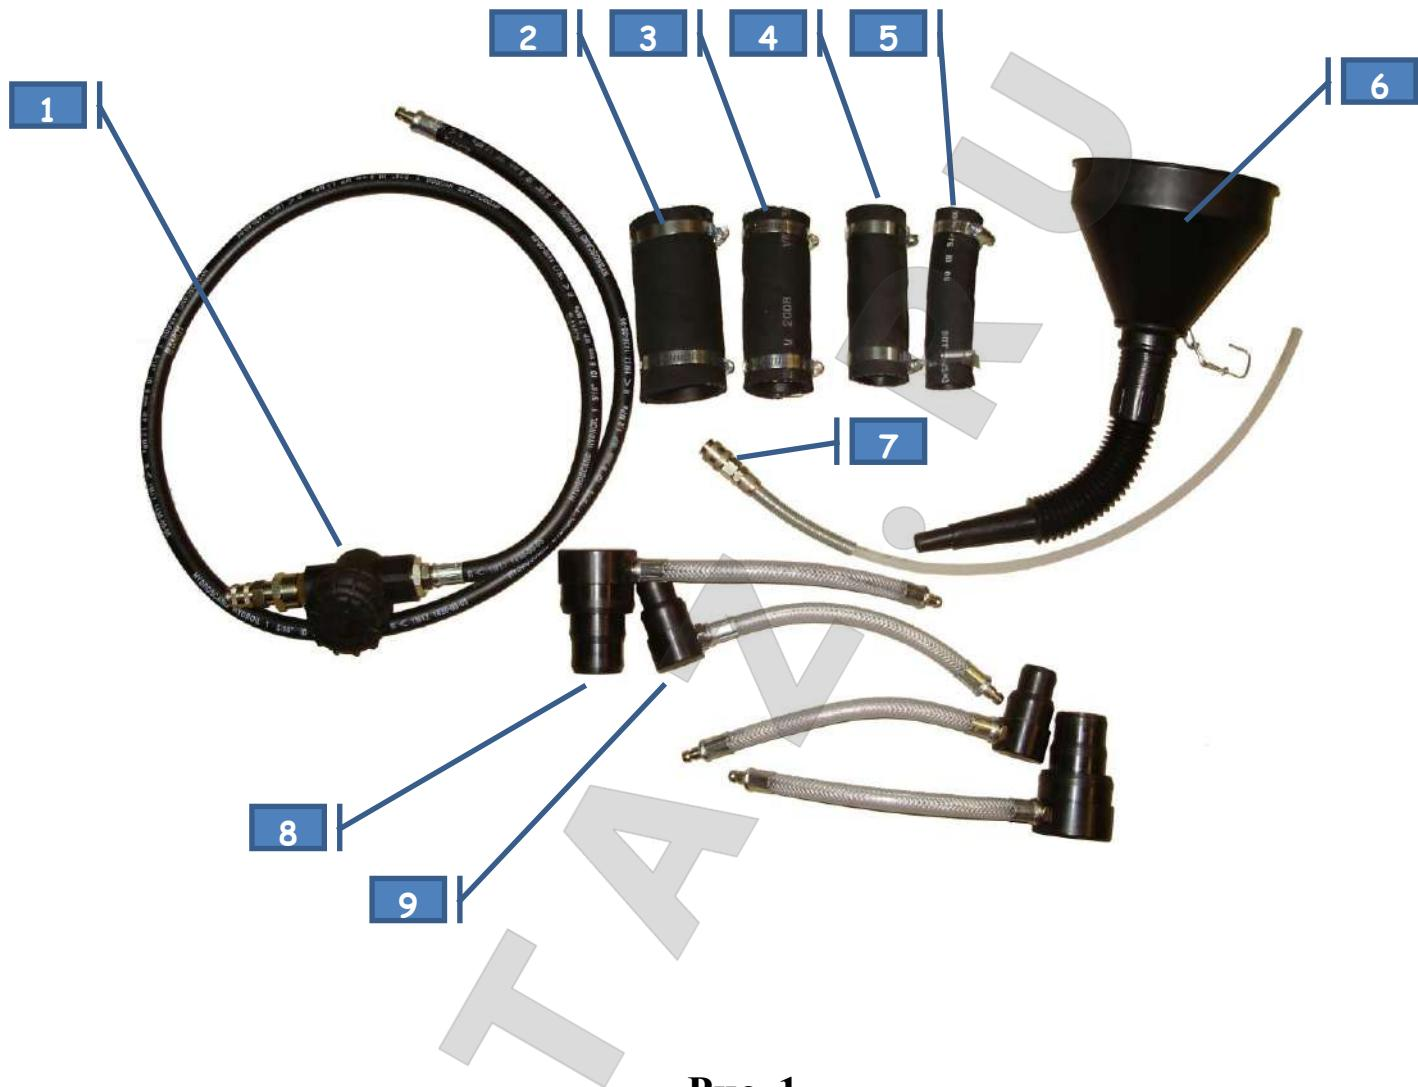
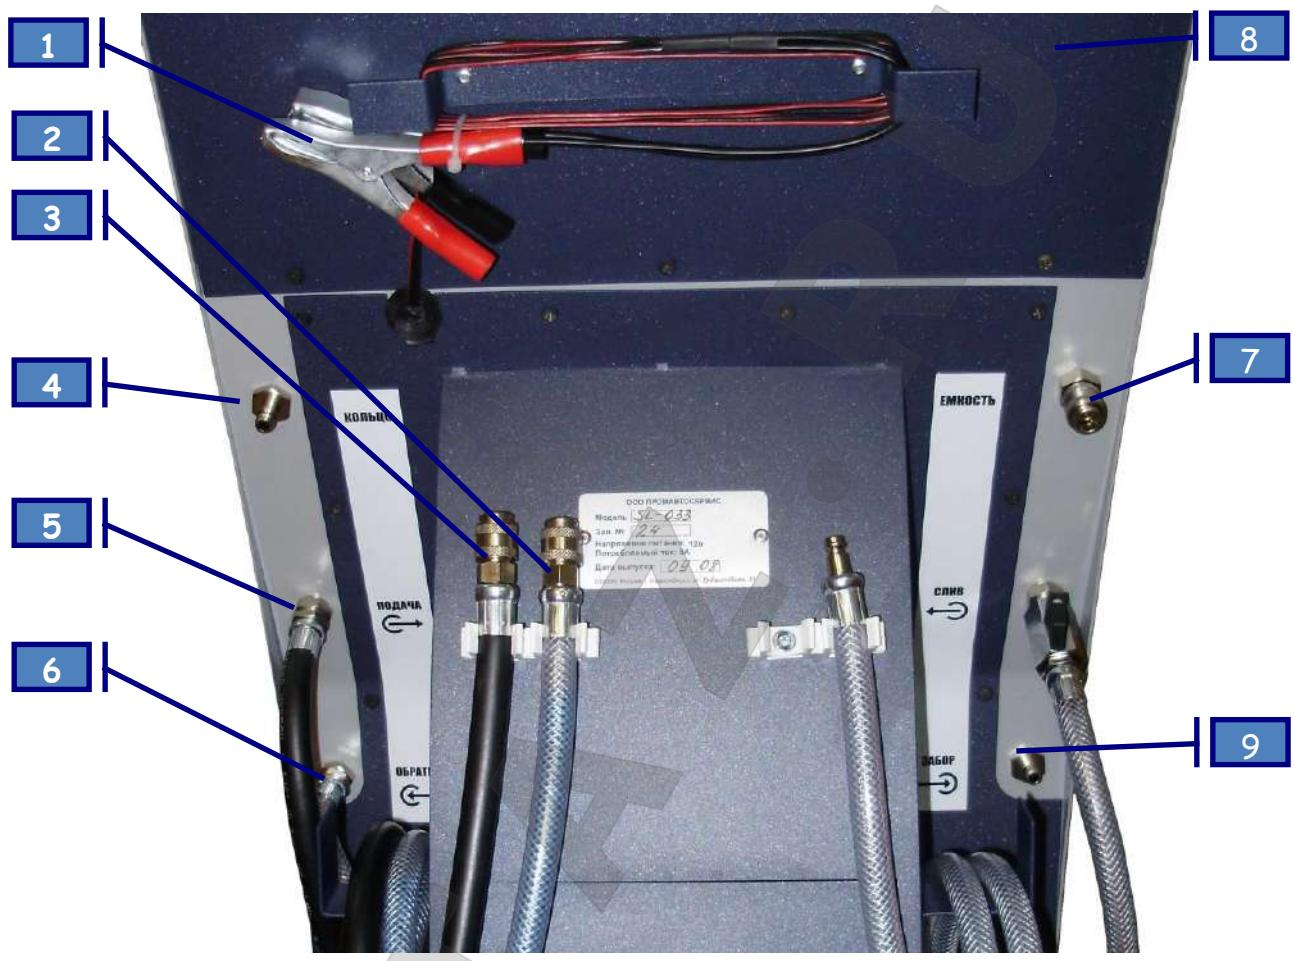

Рис. 1
Рис. 3
1. Подсоединить зажимы «крокодил» (п.1 рис. 3) кабеля питания установки к источнику питания: красный к положительной клемме - черный на «массу».
3. Зaborный шланг с фильтром (п.1 рис.1) защелкнуть на БРС с надписью «Зabor» (п.9 рис. 3).
4. Если используется **внутренний забор** – залить, используя воронку (п. 6 рис. 1), во внутреннюю емкость установки антифриз, в требуемом количестве (min 5 - max 20 литров), свободный конец заборного шланга защелкнуть на БРС с надписью «Емкость» (п. 7 рис .3).
5. Если используется **внешний забор**, то свободный конец заборного шланга (п. 1 рис. 1) опустить в емкость с антифризом.
6. Черный шланг с надписью «Подача» (п.5 рис.3) замкнуть на БРС «Кольцо» (п.4 рис.3).
7. Вставить Сливной шланг установки («Слив»), в свободную ёмкость объемом не менее 20 л, и повернуть вентиль (п.8 рис. 3) в положение «Открыто» (параллельно шлангу).
8. Нажать кнопку «Слив» (п.6 рис. 2), расположенную на лицевой панели и **удерживать ее**, пока из сливного шланга (п.8 рис. 3) не пойдет равномерная, без пузырьков воздуха струя жидкости, и давление на манометре не достигнет значения 0.5 bar и более.
4. С помощью специального адаптера (п.7 рис.1) слить часть жидкости из верхней части радиатора, чтобы в дальнейшем при снятии верхнего патрубка не произошло разлива жидкости:
- для этого защелкнуть специальный адаптер на БРС заборного шланга (п.1 рис.1);
- на радиатор надеть переходной патрубок подходящего размера (п.2, 3, 4, 5 рис.1);
- на отсоединенный патрубок автомобиля и переходной патрубок, одеть пару адаптеров подходящего размера (п.8, 9 рис.1);
9. Подсоединить к адаптерам шланги от установки, «Подающий» шланг черный (с надписью «Подача» (п.5 рис.3) к «радиатору», «Обратный» шланг прозрачный (с надписью «Обратка» (п.6 рис.3) к «двигателю».
1. Повернуть вентиль Сливного шланга (п.8 рис.3) в положение «Закрыто» (перпендикулярно крану).
6. Медленно открыть сливной кран (п.8 рис.3) на установке и стравить давление в системе.